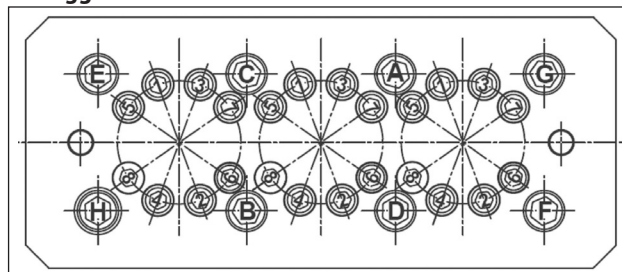

Fig. 54
- ** Le viti fissaggio testata devono essere serrate rispettando le fasi e l'ordine riportato nello schema di Fig. 54.
- *** Le viti fissaggio camice devono essere serrate rispettando le fasi e l'ordine riportato nello schema di Fig. 54.